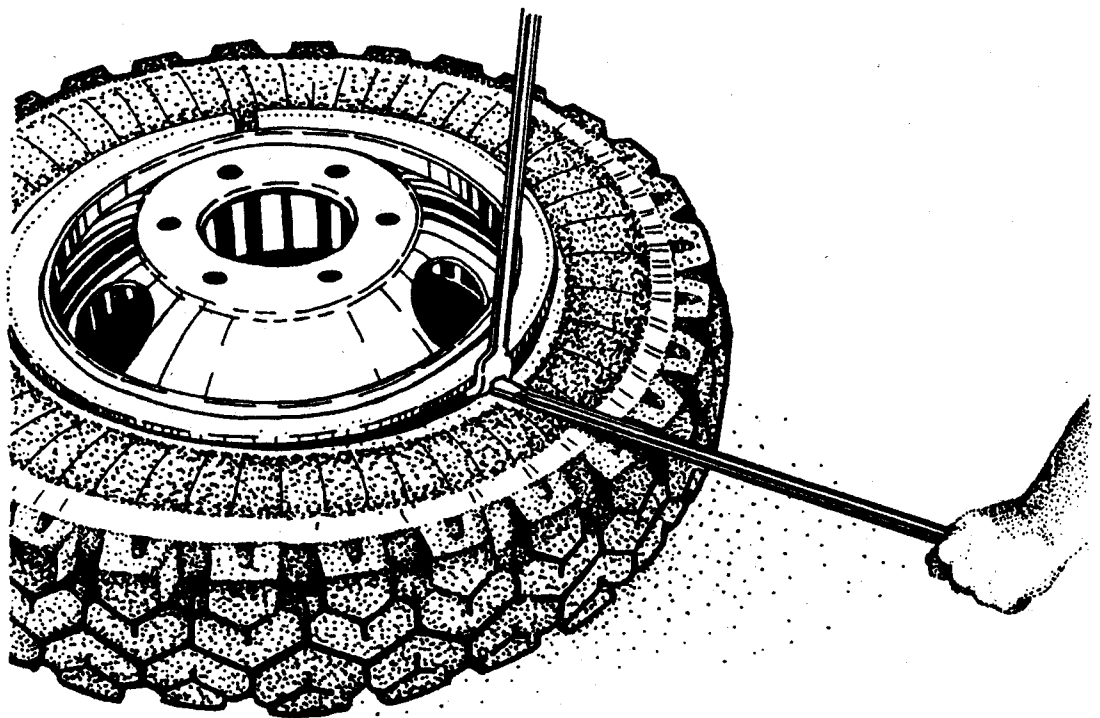

Рис. 71. Установка лопаток
3. В образовавшийся зазор между бортовым кольцом и шиной вставить прямую и вилочную лопатки таким образом, чтобы прямая лопатка находилась в пазу вилочной (рис. 71).